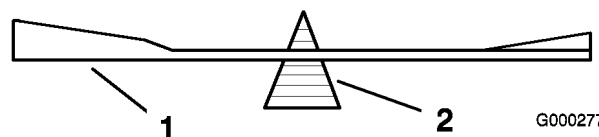
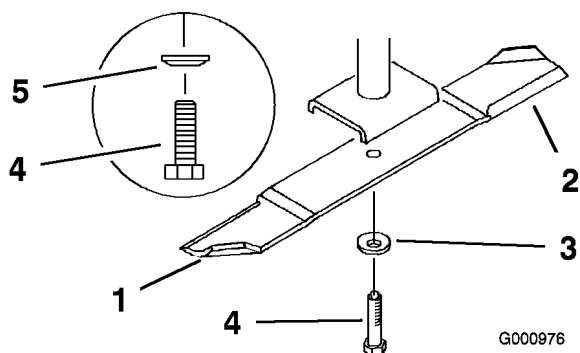

Figura 67
Figura 68
2. Retire del eje el perno de la cuchilla, la arandela de muelle y la cuchilla (Figura 68).
2. Verifique el equilibrio de la cuchilla colocándola sobre un equilibrador de cuchillas (Figura 67). Si la cuchilla se mantiene horizontal, está equilibrada y puede utilizarse. Si la cuchilla no está equilibrada, rebaje algo el metal en la parte de la vela solamente (Figura 68). Repita este procedimiento hasta que la cuchilla esté equilibrada.
1. Instale la cuchilla en el eje (Figura 68).
debe estar orientado hacia la cabeza del perno (Figura 68).